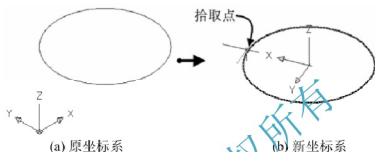

图 10-13 通过【对象】建立 UCS
(6) **【对象(OB)】**: 根据所选对象, 确定新的坐标系。Z 轴的方向将与所选对象的挤出方向相同, 而坐标原点的位置取决于所选对象的类型。X 轴和 Y 轴的方向也取决于对象选择点的位置。如图 10-13 所示, 通过对象“圆”建立 UCS 时, 圆心为 UCS 原点、UCS 的 X 轴由圆心指向拾取点。表 10-1 列出通过不同对象确定 UCS 的方法。